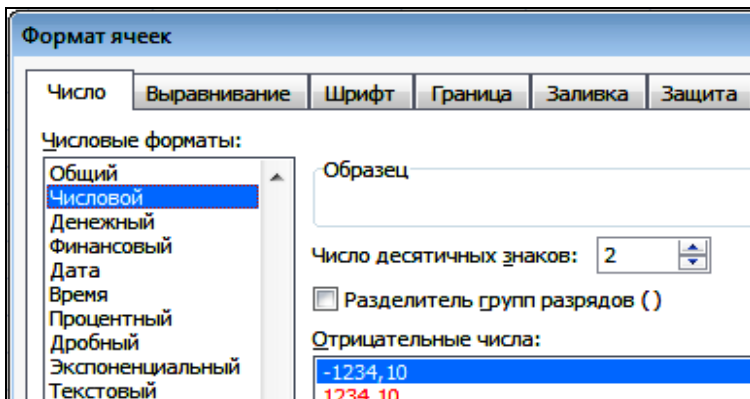

Рис. 1.3. Форматирование ячеек
2. Выполнить команду *Формат* → *Формат ячеек* в группе *Ячейки* вкладки *Главная* (рис. 1.3) или щелкнуть правой кнопкой мыши на выделенной области и выполнить эту же команду выпадающего меню.